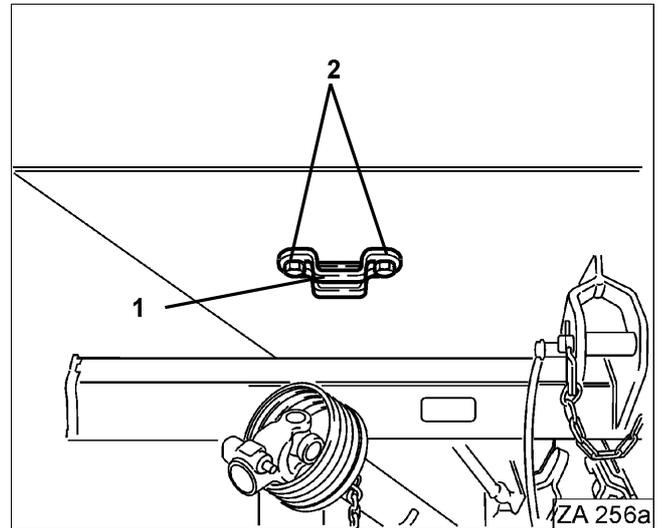

Fig. 60
- Taladrar dos agujeros ( $\varnothing$  12 mm) para los tornillos de fijación (Fig. 60/1) en un lugar a su elección.
- Montar el soporte (Fig. 60/2) con los tornillos de fijación (Fig. 60/1).